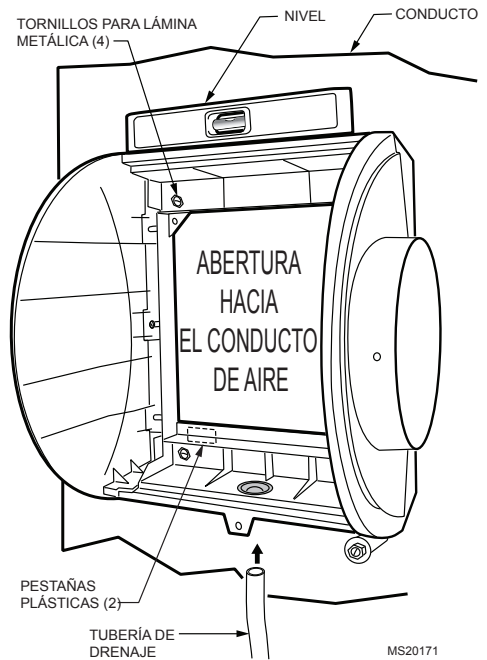

Fig. 4. Instalación del humidificador en un conducto.
7. Cerciórese de que la carcasa del humidificador esté a nivel y seguidamente colóquela en la abertura de modo que las pestañas plásticas queden en su lugar en el *borde inferior de la lámina metálica* de la abertura. Use un alicate según sea necesario, para aplanar los bordes cortados. Consulte la Fig. 4.